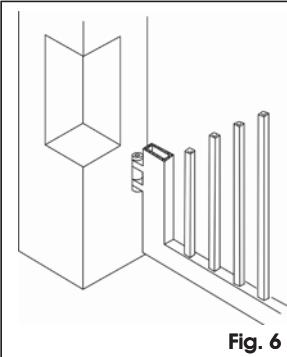

Fig. 6
**⚠ Als de afmetingen van de pilaar of de plaats van het scharnier het niet toelaten de aandrijving te installeren, moet, om de vastgestelde waarde A in acht te nemen, een nis in de pilaar worden gemaakt zoals aangegeven in Fig. 6. De afmetingen van de nis moeten dusdanig zijn dat de motor goed kan worden geïnstalleerd, de rotatie van de motor zelf niet wordt beperkt, en het ontgrendelen van de motor niet wordt gehinderd.**